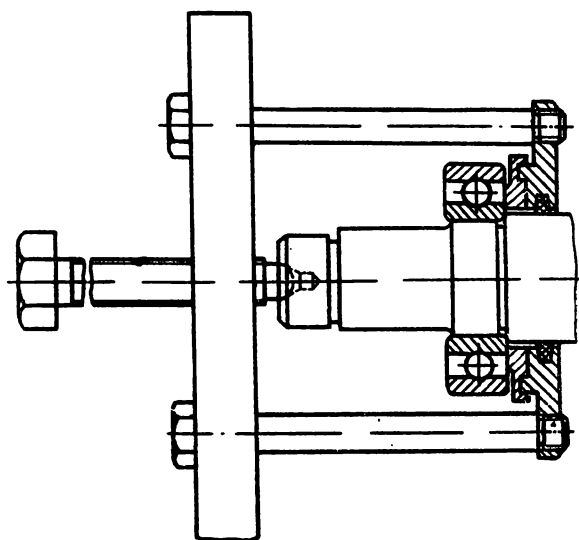

Рис. 22. Съем подшипника
- вынуть шпонку и снять подшипники при помощи съемника и вкладышей (рис. 22);